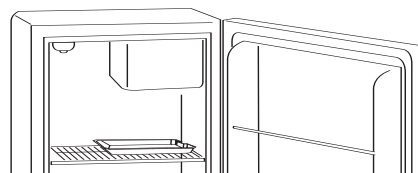

fig. 3
- Para descongelar el congelador, retire los alimentos y la charola para cubos de hielo del compartimiento del congelador. Su modelo puede requerirle colocar la bandeja del goteo bajo sección del congelador (véase fig 3). Para descongelar, gire dial del control de temperatura a la posición de "OFF" (Apagado). La descongelación generalmente se lleva a cabo en unas cuantas horas. Para descongelar más rápido, mantenga la puerta abierta y coloque un recipiente con agua tibia dentro del refrigerador.